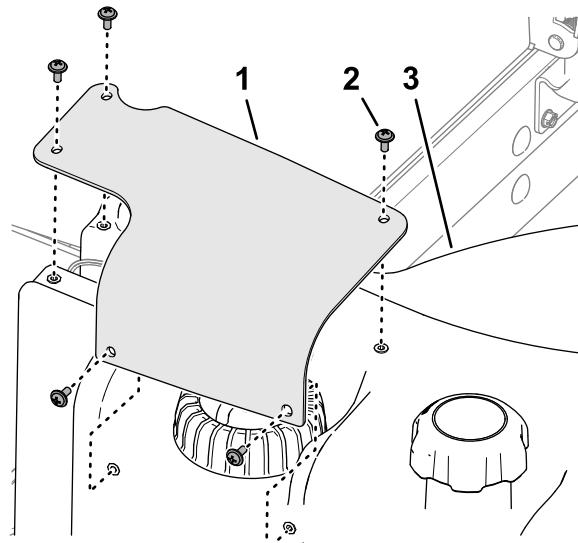

Figure 122
2. Retirez les 5 vis cruciformes qui fixent le couvercle du transmetteur de niveau de carburant sur le réservoir de carburant et déposez le couvercle (Figure 122).